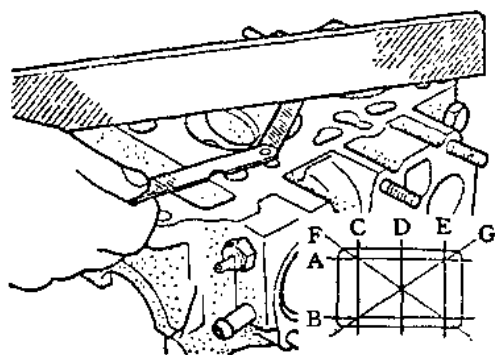

图 1-8
2. 检查缸盖平面是否有扭曲，可用直尺与厚薄规进行测量，如图 1-8 所示。检查缸盖底面 A、B、C、D、E、F、G 七个位置，若扭曲值超过使用极限 0.3 毫米时（见表 1-1），应用平面磨床磨或研磨。